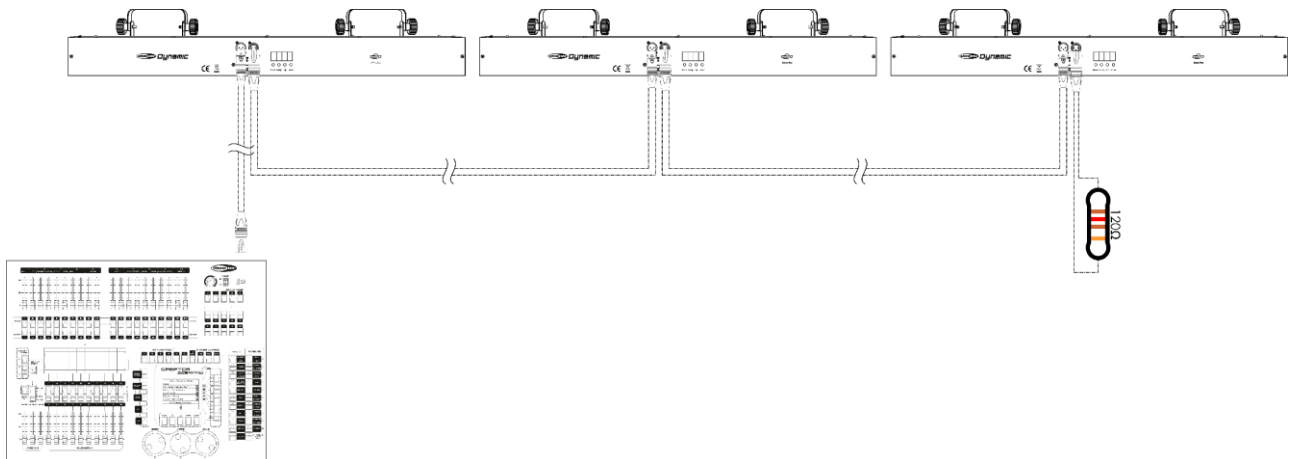

Abb. 04
- 04) Verbinden Sie die Geräte wie in Abb. 04. Schließen Sie den DMX-Ausgang des ersten Geräts mit einem DMX-Kabel an den Eingang des zweiten Geräts an. Wiederholen Sie diesen Vorgang, um das zweite und dritte Gerät ebenfalls anzuschließen.